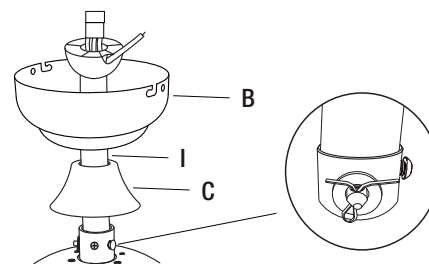

Figura 6
- Afloje los tornillos primero y luego inserte el conjunto de la varilla de extensión (I) en la barra de suspensión en la parte superior del conjunto del motor del ventilador.
- Empuje el pasador (AA) a través del eje del motor y de los orificios de la vara (Figura 6). El extremo de inserción del pasador pivotante tiene una forma cónica especialmente diseñada que se aleja y no daña los cables del interior del vástago. Asegure el pasador insertando el pasador de chaveta y doblando los extremos para evitar que se salga de los orificios (Figura 6).
- Asegure la barra de suspensión y la varilla de extensión ajustando los tornillos instalados previamente en la barra de suspensión (Figura 6).